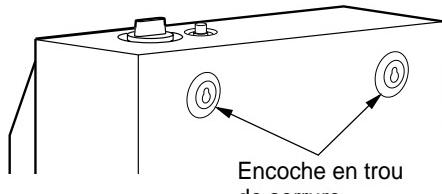

Figure 10 - Emplacement des encoches en trou de serrure à l'arrière du radiateur
- Repérez les deux encoches en trou de serrure sur le panneau arrière du radiateur (voir figure 10).